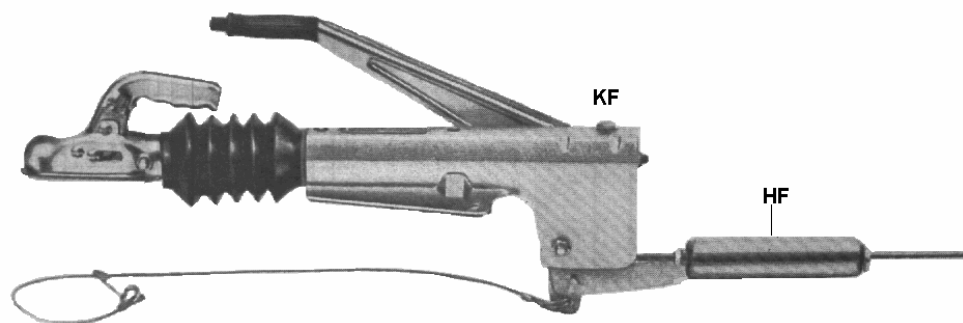

Рис. 1
1. Поднять ручку до упора параллельно первоначальному положению (рис. 1)